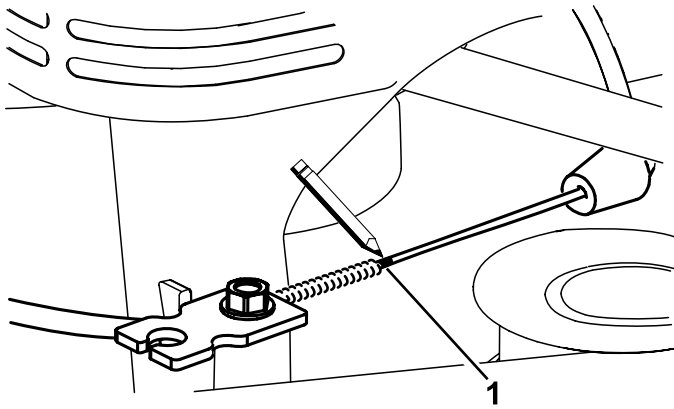
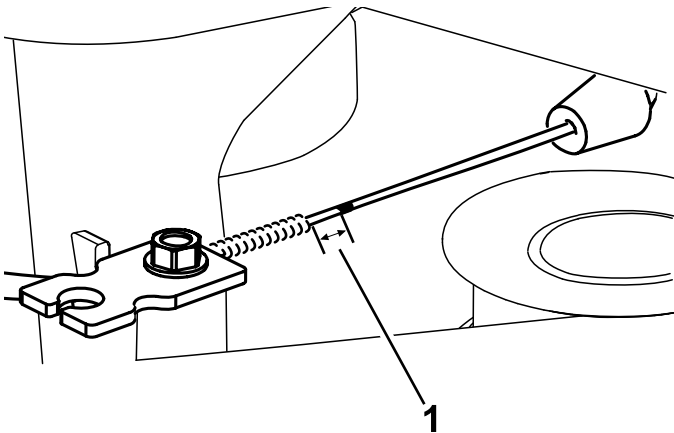

Bild 49
Bild 50
7. Markieren Sie den Bremszug (**Bild 49**) und stellen Sie dann den Mantel ein, bis das Spiel ca. 3 mm ist (**Bild 50**).